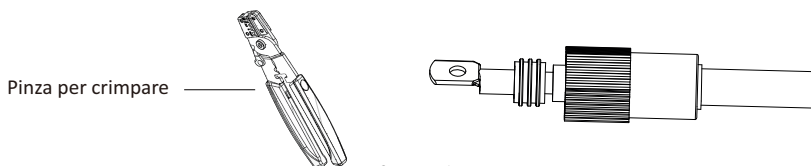

figura 3.5
c) terminali a crimpare. (come mostrato nella figura 3.5)
d) terminali a crimpare. (come mostrato nella figura 3.5)